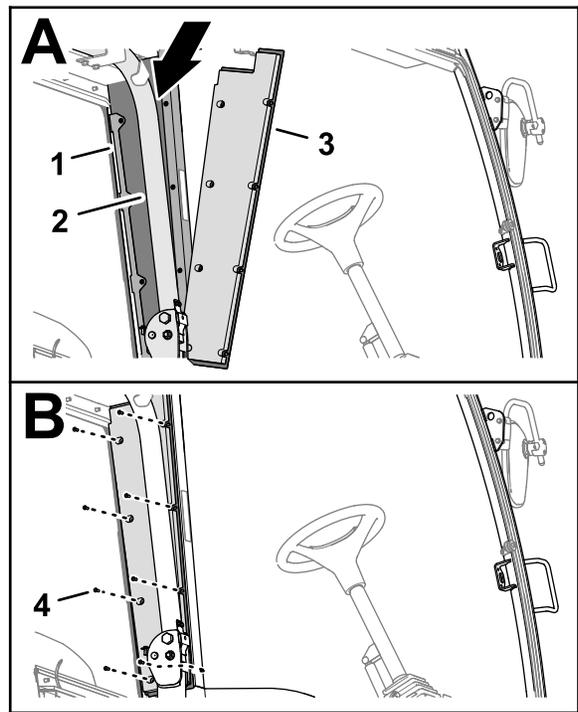

Bild 28
- Verwenden Sie die zuvor entfernten Schrauben, um die Abdeckungen der hinteren Säule (d. h. die Dämmung der äußeren Säule, Abdeckung der hinteren Säule und die schalldämmenden Platten) an den Halterungen der Montageplatte zu befestigen (Bild 28).